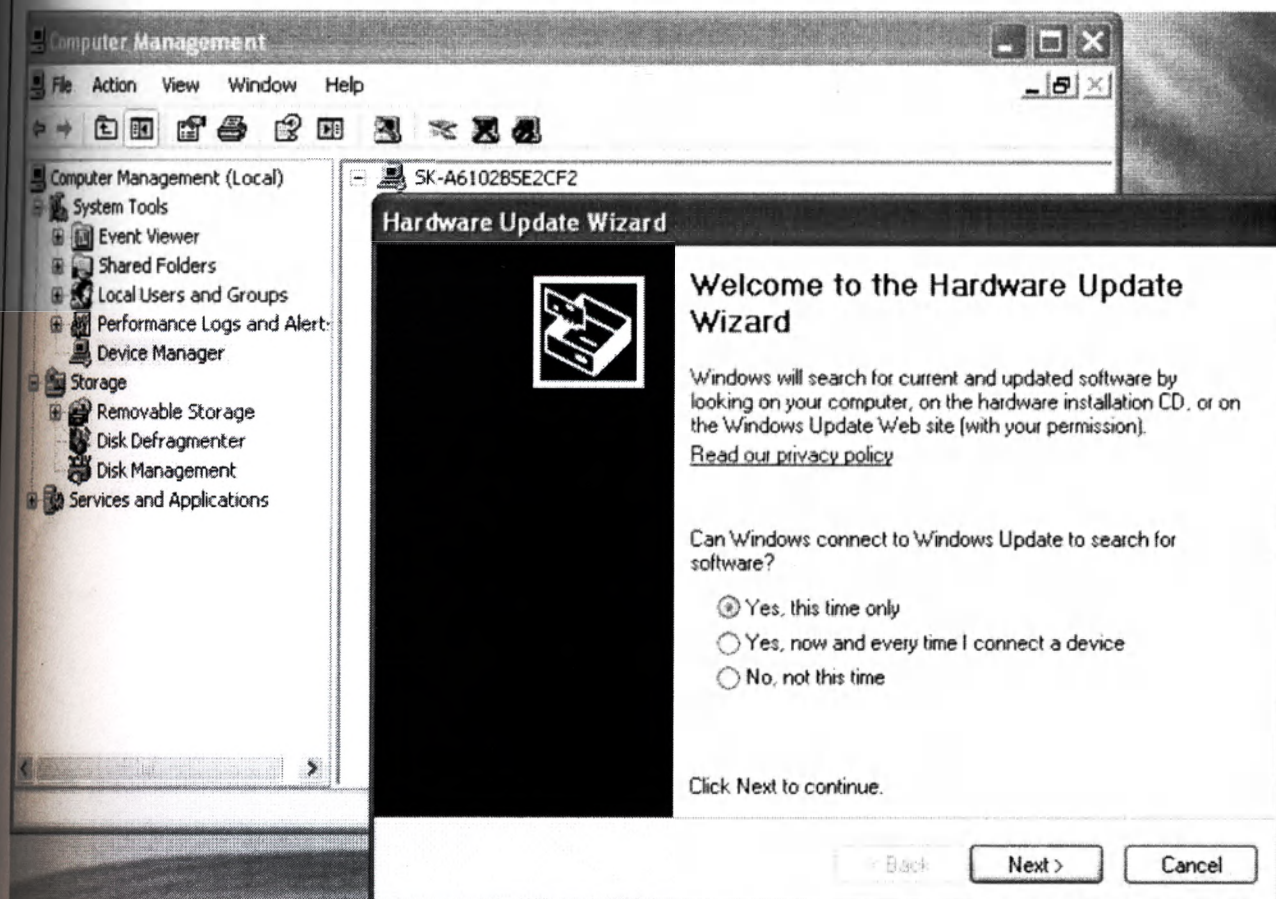

Рисунок 8
– в появившемся всплывающем окне выбрать Yes this time only (Да, только в этот раз) и продолжить, нажав Next (Далее) (рисунок 8);